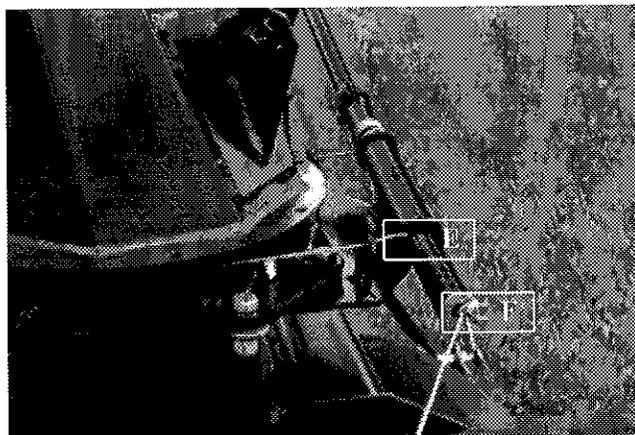

Figure 22
- 5) **Figure 22:** Insérer le câble dans la manivelle par le trou (E) et le sortir de la manivelle par le bout de celle-ci (F). Fixer solidement les deux cables à l'aide du serre câble à la sortie de la manivelle (F).